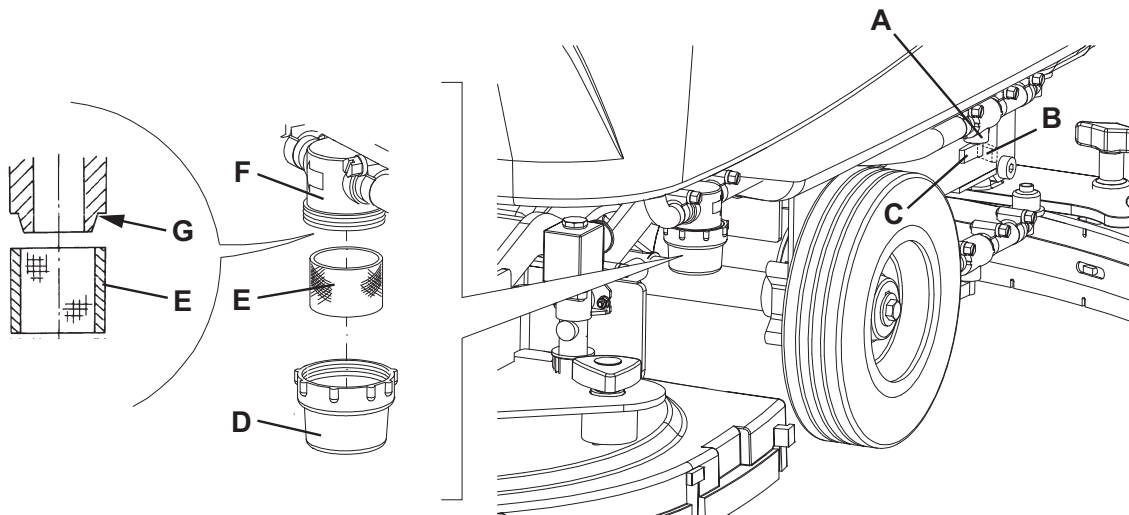

Abbildung 5
2. Netzkabel (3) vom Stromnetz trennen.
3. Das Reinigungslösungsventil (A, Abb. 5) schließen. Das Ventil befindet sich unter dem Gerät hinter dem linken Hinterrad. Das Ventil (A) ist geschlossen, wenn es sich gegenüber der Leitung in Stellung (B) befindet. In Stellung (C) ist es geöffnet.
4. Den durchsichtigen Deckel (D) entfernen, dann das kleine Filtriernetz (E) entfernen. Es reinigen und in den Halter (F) anbringen.